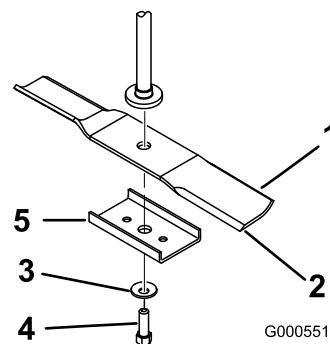

Figura 38
Tenete l'estremità della lama con un cencio o un guanto bene imbottito. Togliete il bullone, la rondella curva, il rinforzo della lama e quest'ultima dall'asse del fusello (Figura 38).
- Montate la lama sull'asse del fusello (Figura 38).
- Montate il rinforzo della lama, la rondella curva (lato concavo verso la lama) ed il bullone della lama (Figura 38).